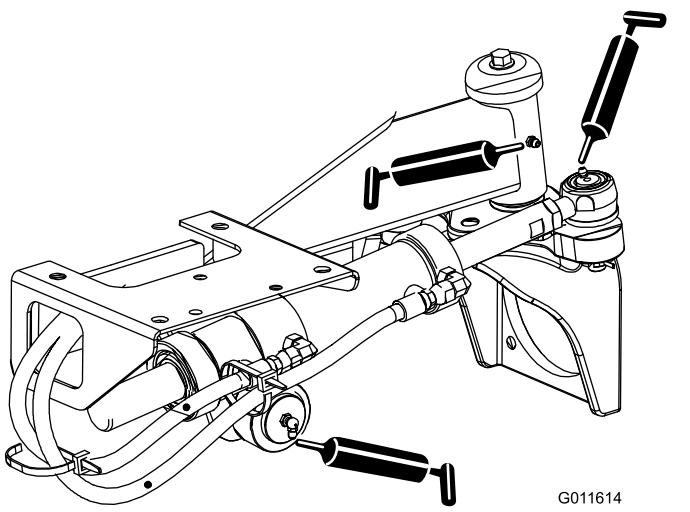

Figura 52
- Rótulas do cilindro de direção (2) e eixo traseiro (1) – Figura 52